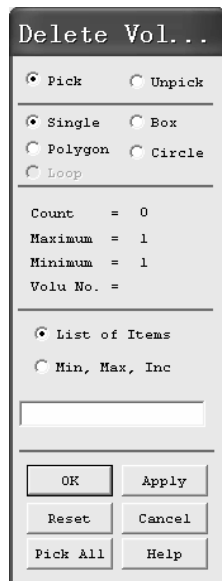

图 2-25 “Delete Vol...”窗口
(4) 依次选择 Main Menu>Preprocessor>Modeling>Delete>Volume Only (此处无“Below”, 表示只删除体元素而保留下级图形元素), 弹出“Delete Vol...”窗口 (见图 2-25)。